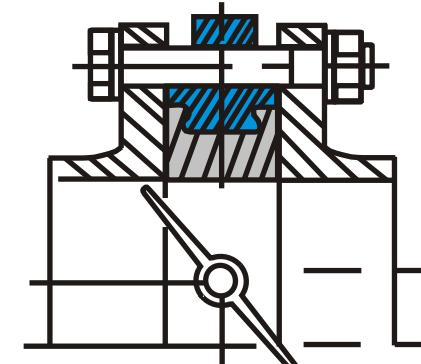

Рис. 6
-Затяните болты (шпильки) так, чтобы фланцы и корпус (металлическая часть) затвора соприкасались. Фланцевые соединения следует затягивать равномерно в три или даже четыре прохода, последовательностью «крест-накрест». Затяжка болтов на межфланцевых соединениях должна быть равномерной по всему периметру. Медленно закройте и откройте дисковый поворотный затвор. Если установка затвора была проведена правильно, затвор должен свободно открываться и закрываться (рис. 6).